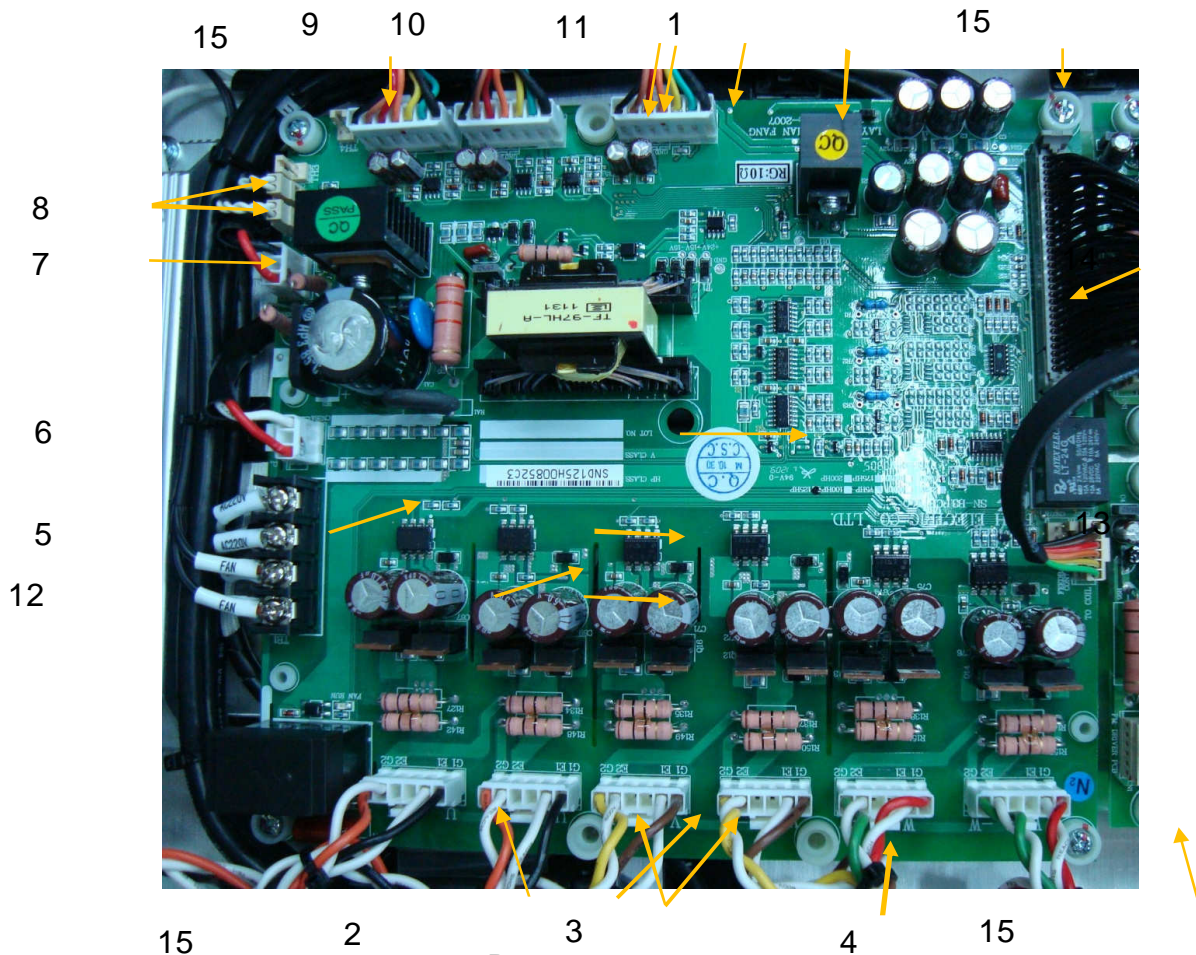

Рис. 7.13.
7.9.1. Установить плату драйверов на ее посадочное место и закрепить винтами (4 шт.) (рис. 7.13).
7.9.2. Подсоединить разъемы жгутов к разъемам платы драйверов, присоединить провода питания ~220 В и вентиляторов, соответственно, к клеммам «AC220V» и «FAN» колодки ТВ1. Подсоединить жгуты управления модулями IGBT к разъемам на плате драйверов и к разъемам на монтажных платах IGBT модулей (рис. 7.13).